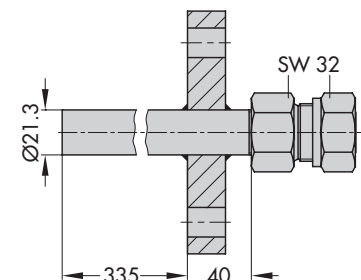

Bild 6: Zubehör, Abmessungen
- Befestigungsteile für Stabfühler, vgl. Bild 6